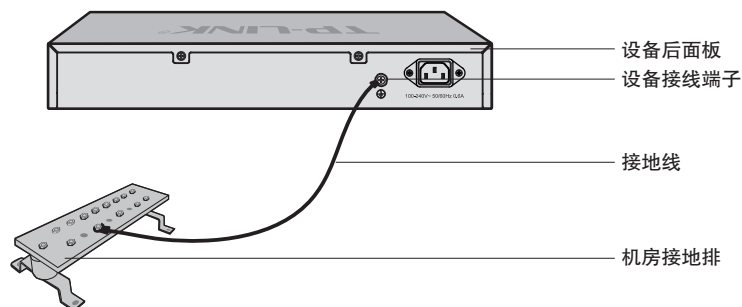

图2-4 接地排连接示意图
- 如果在机房中安装TP-LINK企业级钢壳产品,且机房中有专用的接地排,应首先考虑使用接地线将设备与接地排连接,如图2-4所示。